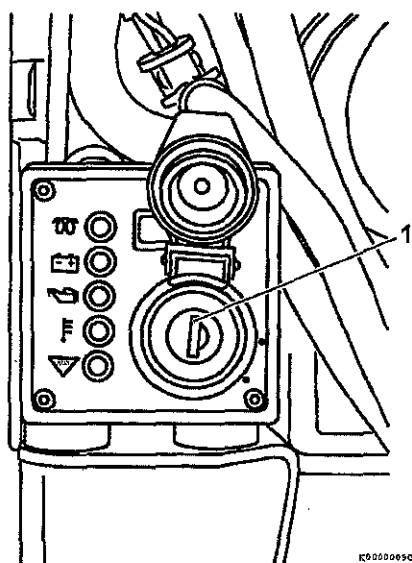
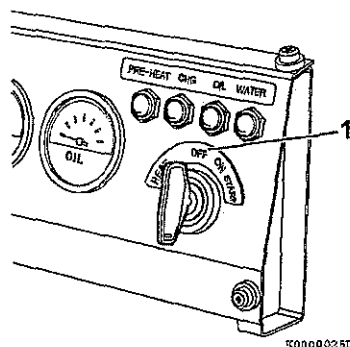

図 6
図 7
4. キーをOFFの位置（1, 図6）または（1, 図7）に回して、スタータスイッチからキーを抜きます。